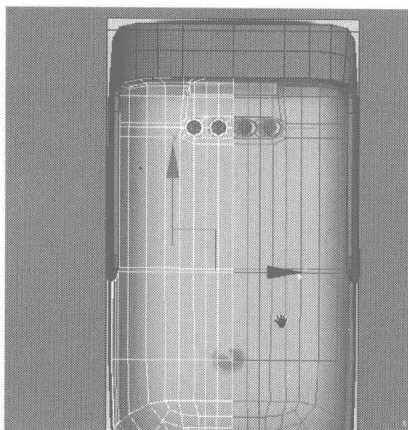

图 4.309
- 13** 取消所有编辑，选择手机背面物体，在工具栏中单击 **M** 按钮，在弹出的对话框中依照默认值进行设置，镜像该物体，并在 Back 视图中将其沿 X 轴向左移动到如图 4.309 所示的位置。